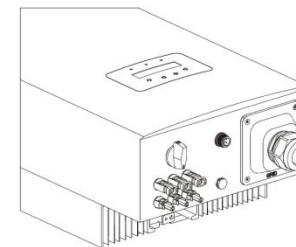

Рисунок 4.16 – Открутите винты
2. Открутите 4 винта на крышке AC терминала и снимите крышку. Открутите винт под терминальным держателем и выдвиньте сам терминал (см. Рисунок 4.16).